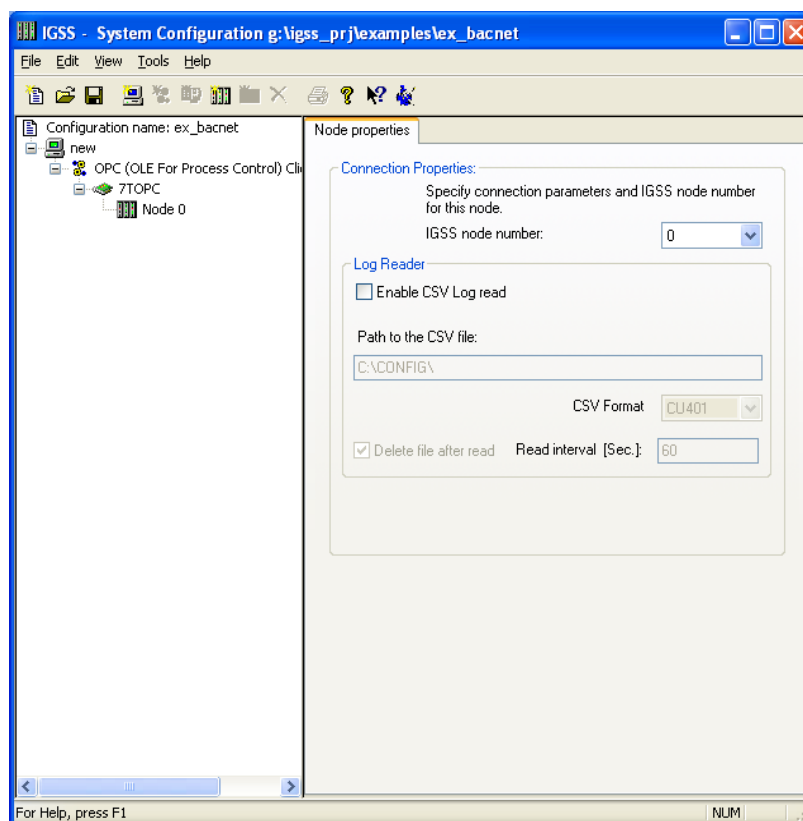

Рис. 3. — Модуль System Configuration
- 1 Создадим новую конфигурацию в IGSS в модуле System Configuration (рис. 3).
- 2 Следующими действиями являются создание **новой станции** и подключение **драйвера OPC-клиента** (*OPC (OLE For Process Control) Client side driver*). Далее автоматически создается интерфейс 7TOPC и нулевой узел (Node 0). Результат наших действий показан на рис. 3.